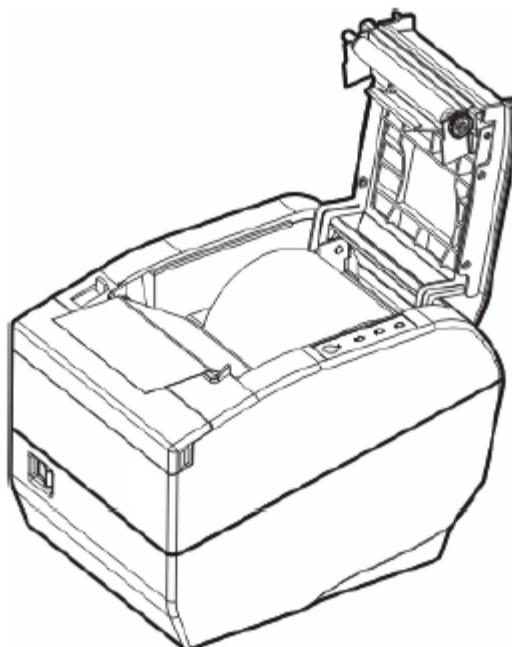

Figura 4-3 Saque el papel
3. Saque una pequeña cantidad de papel como se muestra en la Figura 4-3.